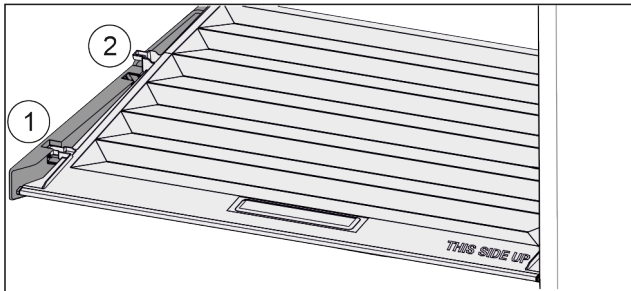

Fig. 95
- ▶ Deslice la tapa hacia delante hasta la abertura de las piezas de sujeción Fig. 95 (1).
- ▶ Levántela por detrás desde abajo y retírela tirando hacia arriba Fig. 95 (2).